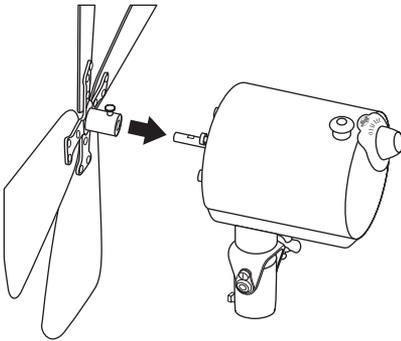

FIGURE 9
24. Faire glisser le manchon d'assemblage des pales sur l'arbre du moteur en vous assurant que la vis de blocage du manchon se trouve en face de la partie plate de l'arbre du moteur Voir Figure 9. Serrer la vis de blocage de l'assemblage de pales se façon à ce qu'elle appuie contre la partie plate de l'arbre du moteur. Tirer ensuite sur l'assemblage de pales pour vérifier qu'il est bien fixé sur l'arbre du moteur.
NOTA : Pour que ce soit plus clair, la Figure 9 ne montre pas la grille arrière et la partie filetée de la tringale pour qu'on voit l'installation du manchon d'assemblage et de l'arbre du moteur.